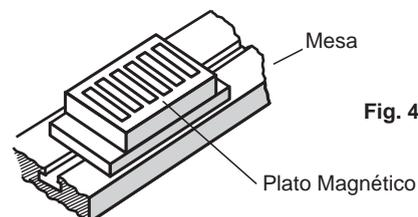

Fig. 4
e) Monte el plato magnético en la mesa. (Fig. 4)